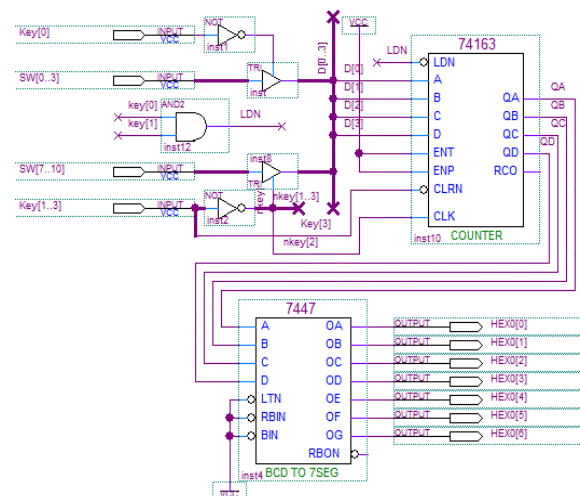

Figura 3: Contador Binário com entradas múltiplas
**Barramento** é um conjunto de linhas compartilhadas por diferentes dispositivos para transferência de sinais entre eles. De um lado, há um melhor proveito do recurso físico. Por outro lado, é necessário projetar um circuito de controle para assegurar tráfego “seguro” de sinais entre cada par de dispositivos em cada instante. Figura 3 ilustra o uso de portas de lógica tri-states para controlar a transferência dos sinais de 2 conjuntos de 4 chaves por um barramento de 4 linhas à entrada paralela de um contador. Esta porta é também conhecida como **driver** de barramento.